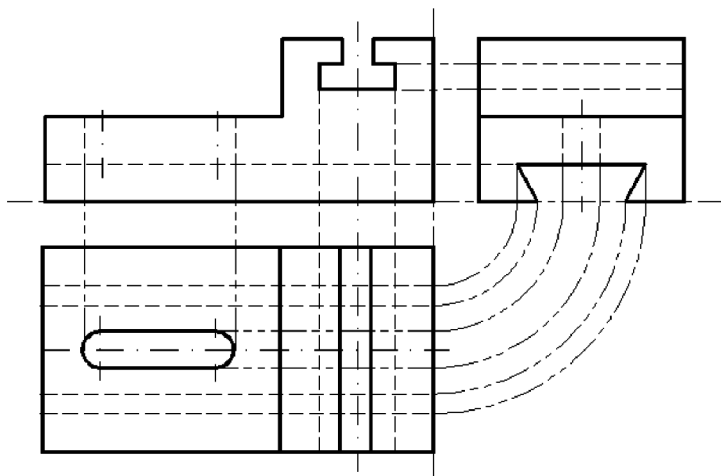

Fig. 6.9 Exercițiul 6.3 – pasul 6
- Pasul 6. Trecând pe stratul **Acoperit**, se construiesc proiecțiile muchiilor acoperite, prin corespondență cu cele vizibile. Pentru aceasta se folosește comanda **Line** și, prin construirea unor linii ajutătoare, se ține cont de corespondența dintre proiecții, ca în Fig. 6.9.